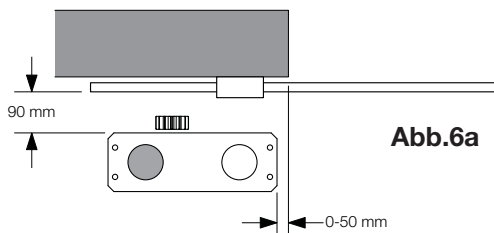

Abb.6a
- Abb. 6a: Installation mit Motor links
Die Zahnstange muss außerdem von der Mitte der Ankerplatte aus mindestens um die in Abbildung 6a (Motor links) und 6b (Motor rechts) angegebenen Maße überstehen, um die Anordnung der Endanschlüsse zu ermöglichen.